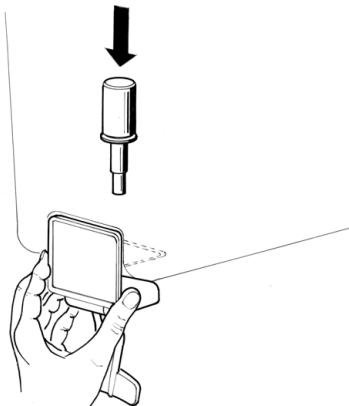

Bild 6
- 3 Schwerkraftventil:** den Betätigungshebel des Hahns befestigen und dann den mit einer eigenen Dichtung versehenen Kolben einfügen (Bild 6).